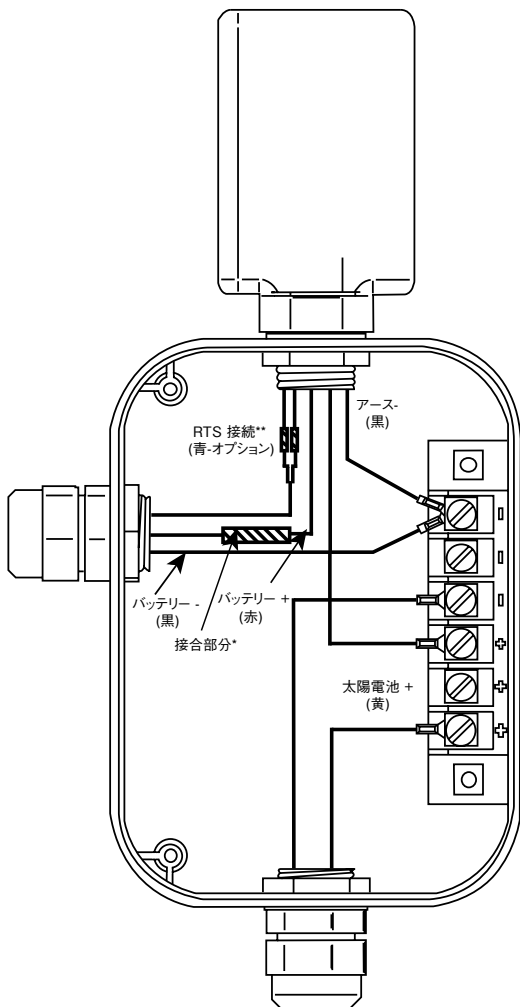

図 2. ジャンクションボックス内の接続
9. サンキーパーを図 2 のようにつないでください。配線は太陽電池モジュールメーカーによって若干違います。端子位置と端子の数もまた違います。余分な端子があるかもしれません。太陽電池モジュールの取扱説明書をよくお読みください。